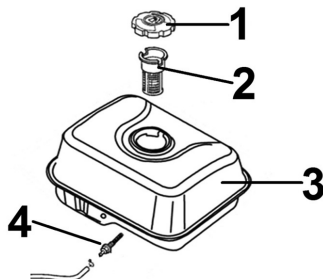

Рис. 23 Топливные фильтры
В топливном баке установлены два сетчатых топливных фильтра. Один фильтр устанавливается в заливной горловине топливного бака. Второй фильтр конструктивно объединен со штуцером топливного бака и установлен внутри бака (Рис. 23).
3. Выкрутите из топливного бака выходной штуцер (Рис. 23 п. 4) и произведите его очистку. Внимательно осмотрите сетчатый фильтр. При обнаружении механических повреждений замените штуцер топливного бака.